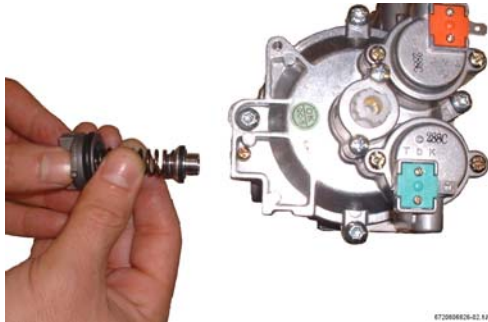

Bild 7
- Den Ventilteller ersetzen und den O-ring des Deckels tauschen (Bild 7).